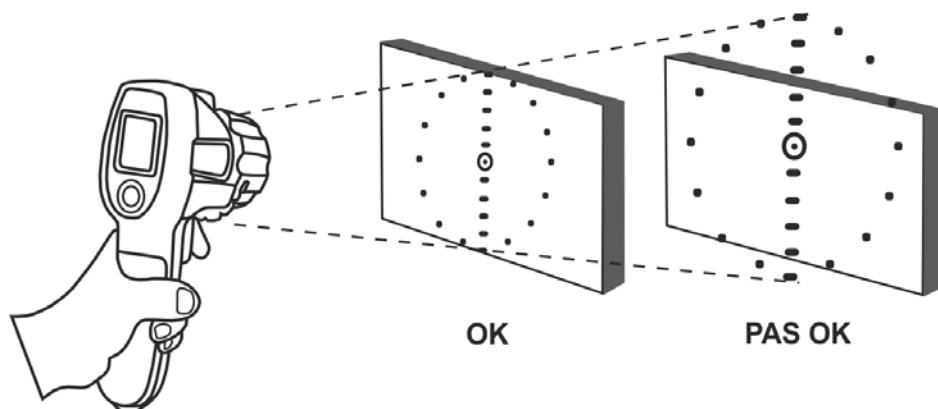

Fig. 17: Conditions de mesure correctes
6. S'assurer que la cible dont la température doit être mesurée est au moins aussi grande que le point de l'appareil (voir Fig. 17). Plus l'objet est petit, plus vous devez être près de lui. **Si la précision est essentielle, s'assurer que l'objet est au moins deux fois plus gros que la taille du point.** Pour trouver un "Point chaud", pointer le thermomètre vers l'objet mesuré, puis bouger l'appareil à travers l'objet jusqu'à ce qu'un point chaud soit localisé.